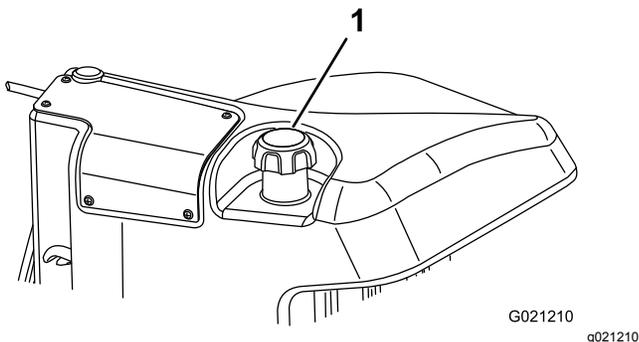

Рисунок 29
3. Снимите крышку топливного бака (Рисунок 29).